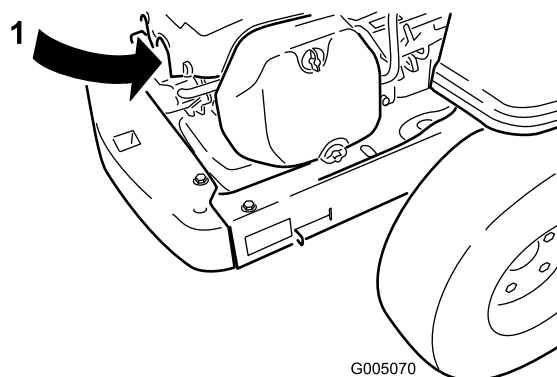

Figura 27
2. Staccate il cappellotto della candela (Figura 27). Pulite intorno alla candela per evitare che la morchia penetri nel motore e lo danneggi.
3. Collegate il cappello alla candela (Figura 27).